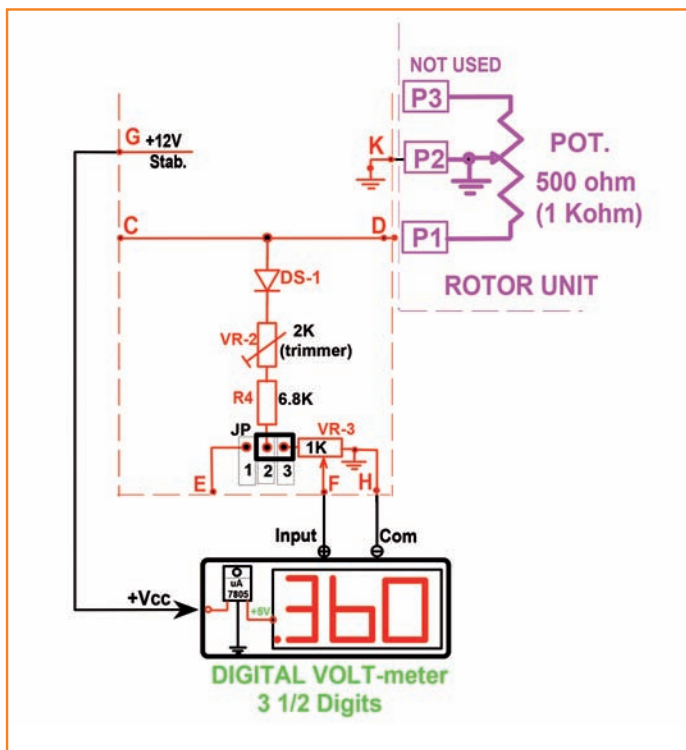

Fig. 4 - Variante lettura digitale
E.L.S. Board: Anche questa scheda è stata montata dapprima su basetta sperimentale e se ne è poi ricavato il Circuito Stampato visibile in Fig.4: anche questa disegnata sia lato componenti sia lato piste in scala 1:1.